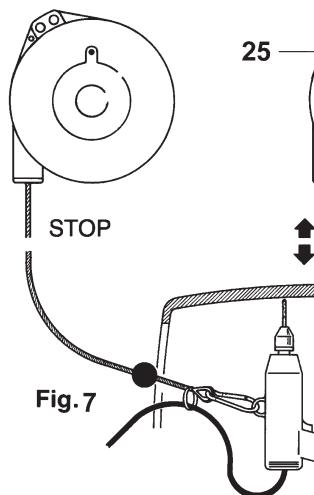

Fig. 6
Den kinematiske blokkeringsmekanismen kan nøytraliseres ved å skru skruen helt til (25), mens en hever og senker lasten (Fig. 6).
Den kinematiska blockeringen kan neutraliseras genom att skruva fast skruven (25) ända in medan lasten höjs och sänks (Fig. 6).